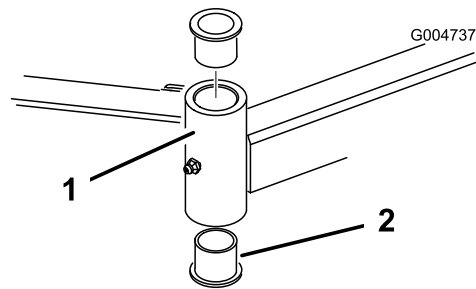

Figure 76
4. Insérez un chasse-goupille dans le haut ou le bas du tube de montage et chassez la bague hors du tube (Figure 76). Chassez ensuite l'autre bague. Nettoyez l'intérieur des tubes de montage.